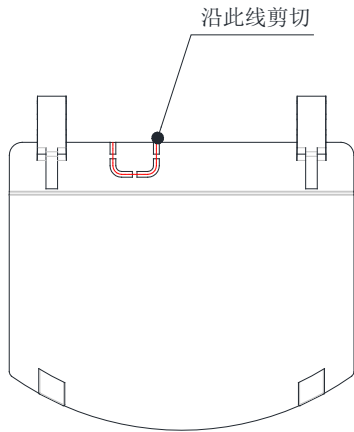
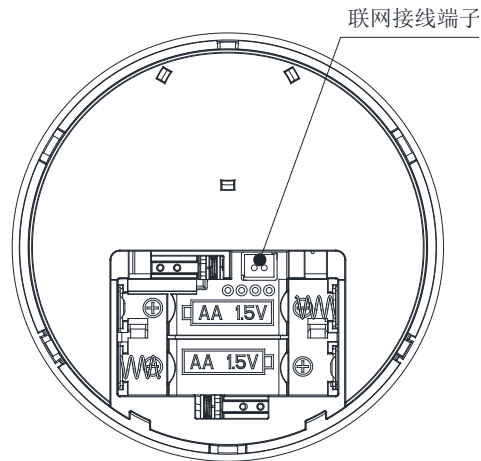

图 5 电池盖剪切示意图
图 6 联网端子接线图
- b) 若需联网使用，则在安装前按如图 5 所示剪切电池盖
若报警器需联网使用需接线，首先将电池盖按如图 5 所示剪切，然后将报警器插头端子线紧插接在相应端子上（如图 6 所示），再用电缆线将需联网的一个报警器的接线端子红线与下一个报警器的端子红线相连，一个报警器的端子黑线与下一个报警器的端子黑线相连，红线与黑线不能接反，需分极性。联网后，当其中一只报警器报火警时，与其联网使用的其他报警器均会发出报警声，同时报警器指示灯随报警声快速闪亮。